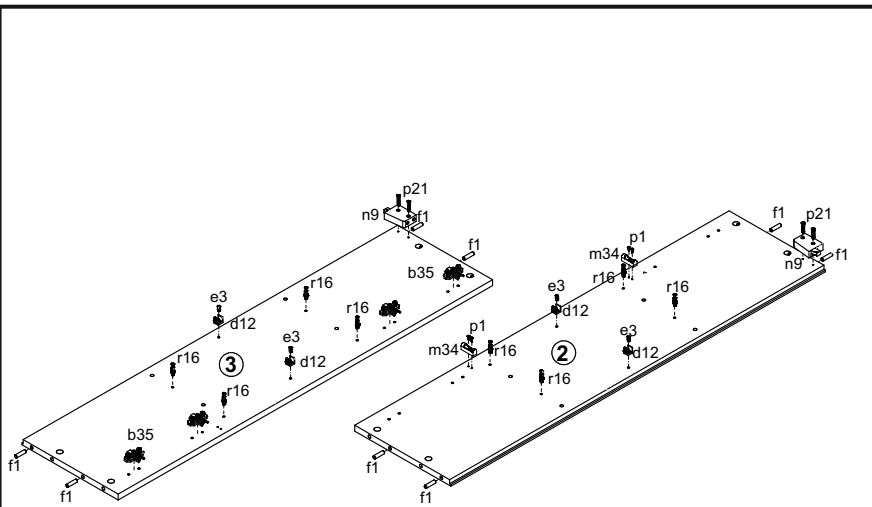

Рисунок 2
3. В отверстия $\varnothing 5$ мм на внутренней поверхности стенки боковой **3** закрепить направляющие петель **b35** (см.рис. 2). Для левостороннего открывания двери **1** направляющие петель **b35** закрепить на стенке боковой **2**.
4. В отверстия $\varnothing 5$ мм на внутренних поверхностях стенок боковых **2, 3** закрепить еврошурупы **e3** полкодержатели для стекла **d12** (см. рис. 2).
5. В отверстия $\varnothing 3$ мм (кернения) на внутренней поверхности стенки боковой **2** закрепить шурупами **p1** корпуса демпфера двери **m34** (см. рис. 2). Для левостороннего открывания двери **1** корпуса демпфера двери **m34** закрепить на стенке боковой **3**.
6. При помощи шурупов **p21** на внутренних поверхностях стенок боковых **2, 3** закрепить кронштейны для навешивания **n9** (рис. 2).